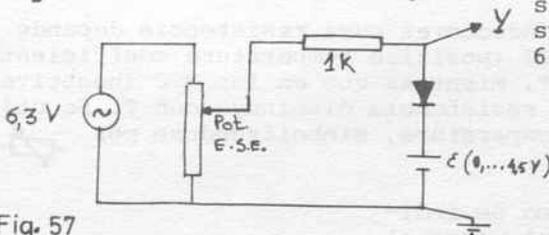

Fig. 57
- Montar el circuito (fig.57 ). Observar la onda según se acciona el potenciómetro ¿el diodo está siempre polarizado inversamente? ¿qué sucedería si  $\epsilon$  fuera mayor que 6,3 V? ¿y si  $\epsilon$  fuera cero?